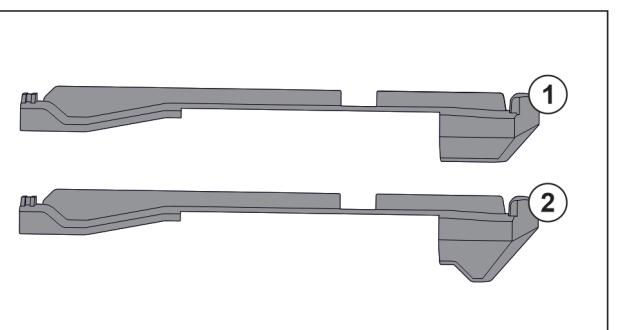

Fig. 78 Сравнение вставных частей
В устройстве находятся две разные вставные части. Вставная часть над самым нижним выдвижным ящиком Fig. 78 (2) имеет треугольную кромку. Все прочие вставные части Fig. 78 (1) имеют прямую кромку.
- Установите вставную часть Fig. 78 (2) с треугольной кромкой над самым нижним выдвижным ящиком.
► Установите вставную часть Fig. 78 (1) с прямой кромкой на все прочие места.